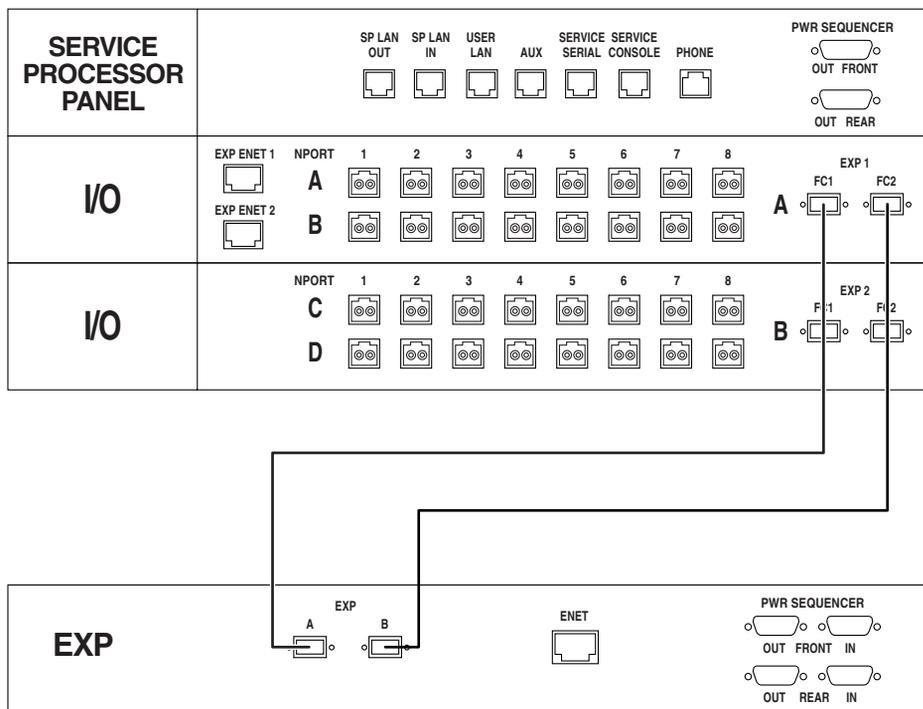

图 2-9 基本机柜和扩充机柜之间的 FC 布线
要连接扩充机柜，请按以下方法连接冗余光纤信道 (FC) 缆线（部件号码 537-1060-01）（参见图 2-9）：